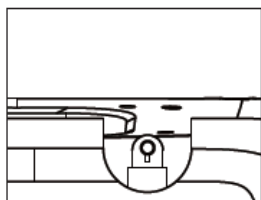

Fig.21
- a. Najprej odstranite zgornjo enojno nit in enojni kolut (Fig. 21–22).